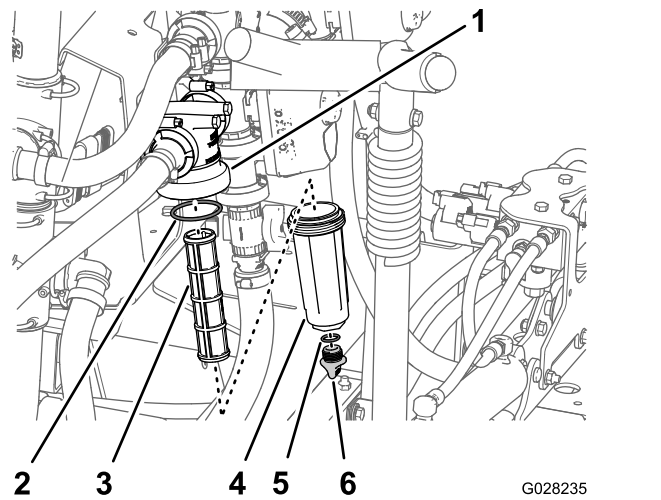

Figure 99
3. Tournez le bouchon de vidange dans le sens antihoraire et déposez-le de la cuvette du filtre sous pression (Figure 99).
4. Tournez la cuvette dans le sens antihoraire et déposez-la de la tête du filtre (Figure 99).
5. Retirez l'élément du filtre sous pression usagé (Figure 99).
6. Contrôlez l'état et l'usure du joint torique du bouchon de vidange (à l'intérieur de la cuvette) et du joint torique de la cuvette (à l'intérieur de la tête du filtre) (Figure 99).
7. Montez le nouvel élément filtrant dans la tête du filtre sous pression (Figure 99).
8. Vissez la cuvette sur la tête du filtre à la main (Figure 99).
9. Vissez le bouchon sur la cuvette à la main (Figure 99).
2. Placez un bac de vidange sous le filtre sous pression (Figure 99).